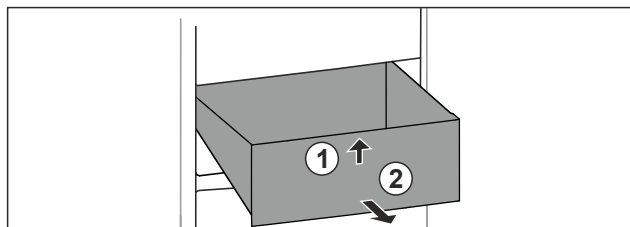

Fig. 93
- ▶ Sollevare il cassetto dal davanti. Fig. 93 (1)
- ▶ Rimuovere il cassetto tirandolo in avanti. Fig. 93 (2)